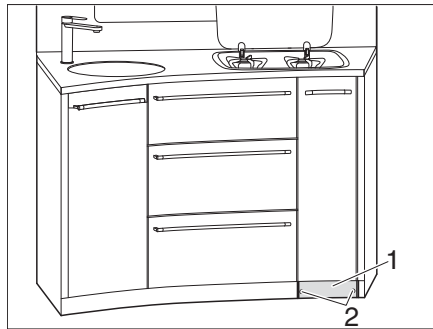

Fig. 109 Dévisser le socle
- Dévisser les 2 vis (Fig. 109,2) sur le socle (Fig. 109,1).
- Retirer le socle (Fig. 109,1).